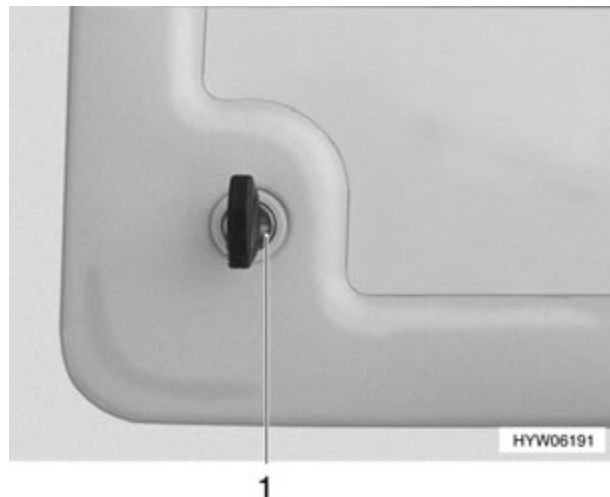

Fig. 29 Cerradura de la trampilla de evacuación para el cassette Thetford
- Introducir la llave en el cilindro de cierre (Fig. 29,1) del cierre a presión y girarla un cuarto de vuelta.
- Introducir la llave en el cilindro de cierre (Fig. 29,1) y girarla un cuarto de vuelta.